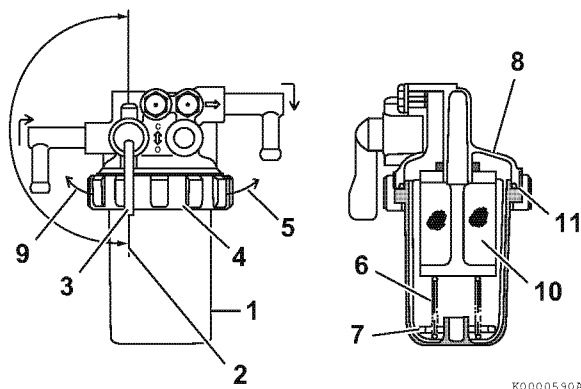

Рисунок 15
1. Поместите под чашку (1, **Рисунок 15**) топливного фильтра/водоотделителя разрешенную емкость для сбора загрязнителей.
2. Закройте (2, **Рисунок 15**) топливный краник (3, **Рисунок 15**).
3. Вращайте крепежное кольцо (4, **Рисунок 15**) влево (9, **Рисунок 15**).
4. Осторожно снимите чашку (1, **Рисунок 15**). Извлеките из чашки удерживающую пружину (6, **Рисунок 15**) и поплавков (7, **Рисунок 15**). Вылейте топливо в разрешенную емкость и утилизируйте надлежащим образом отходы. Держите чашку за дно с помощью технической салфетки, чтобы предотвратить капание топлива. Немедленно вытирайте все пролитое топливо.
6. Извлеките сетчатый фильтр (10, **Рисунок 15**), потянув его вниз.
8. Проверьте состояние кольцевого уплотнения (11, **Рисунок 15**). При необходимости замените.
9. Поместите в чашку поплавков (7, **Рисунок 15**) и удерживающую пружину (6, **Рисунок 15**).
10. Установите чашку на установочный фланец (8, **Рисунок 15**) и вращайте крепежное кольцо (4, **Рисунок 15**) вправо (5, **Рисунок 15**). Затяните только рукой.
11. Откройте топливный краник (3, **Рисунок 15**).